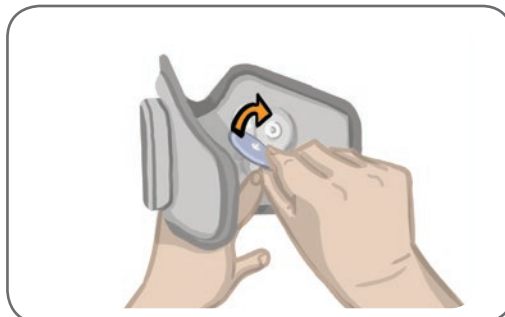

Ilustración 11-6: Sujeción de los Electrodos Round Cloth
6. Sujete los Electrodos Round Cloth a sus bases. Consulte la ilustración 11-6.